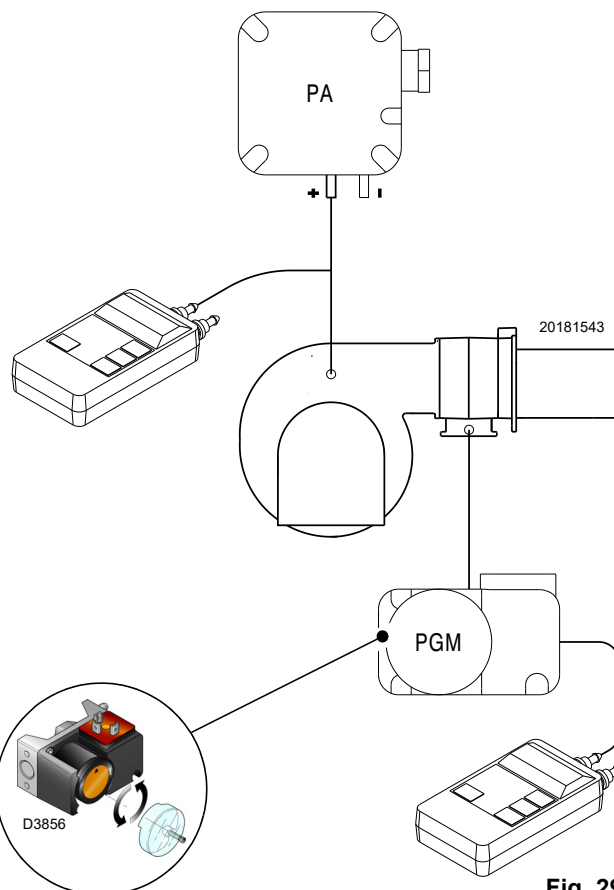

Fig. 29
- Régler le pressostat gaz seuil maximum (Fig. 29 à la p. 27) en fin d'échelle.
Effectuer le réglage du pressostat gaz seuil maximum (Fig. 29) après avoir effectué tous les autres réglages du brûleur avec le pressostat gaz seuil maximum réglé en fin d'échelle.